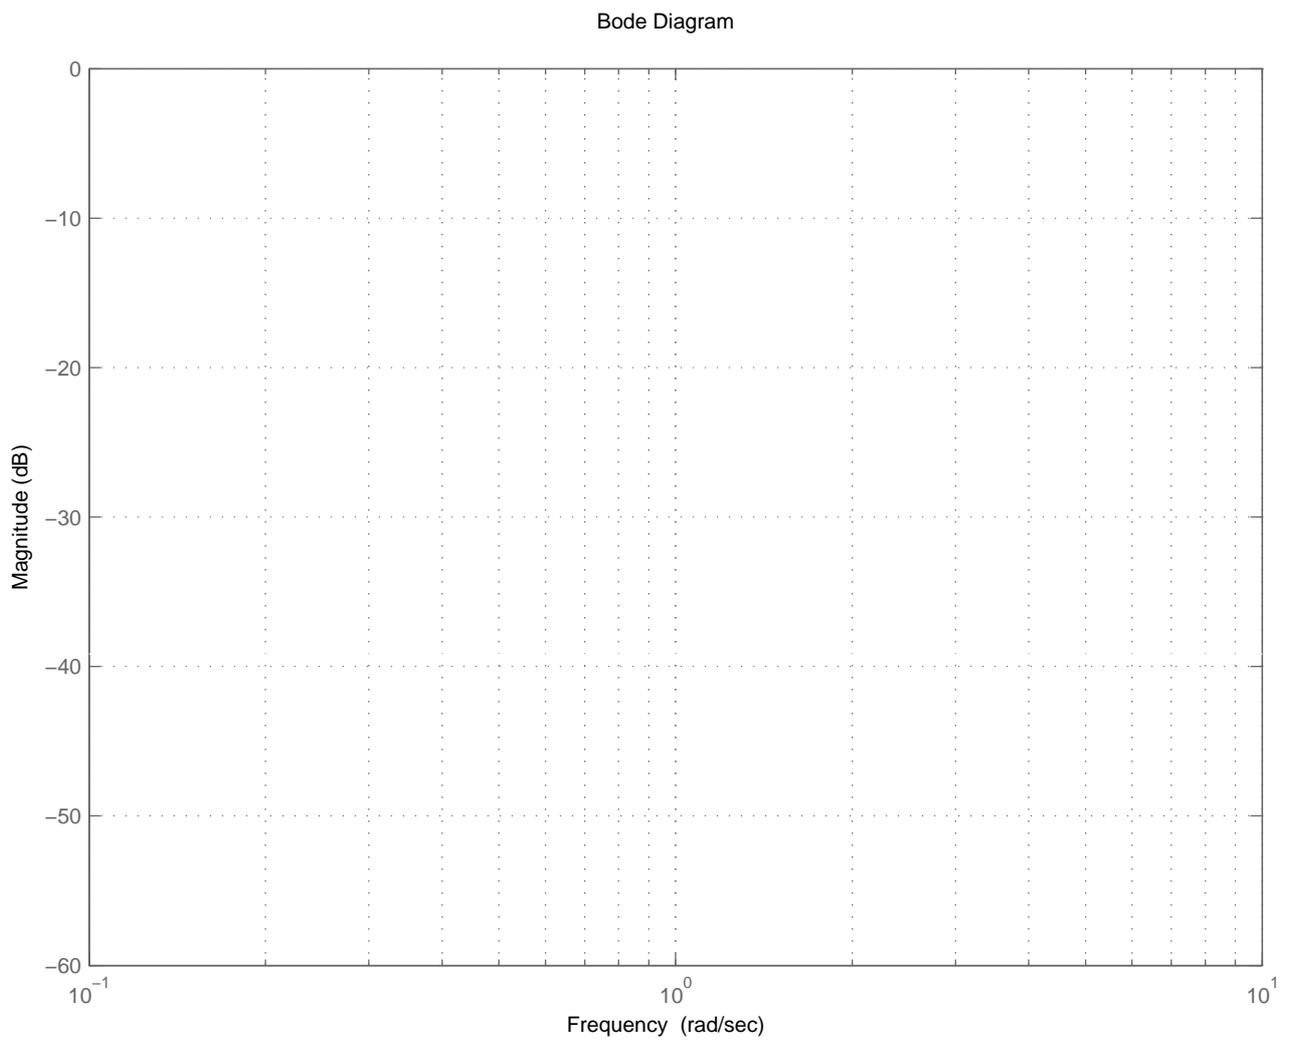

Abbildung 6: Betragsgang-Vorlage.
- iii) Die in Punkt a) entworfene Steuerung soll nun im Hinblick auf Parameterschwankungen untersucht werden. Berechnen Sie dazu die Funktionen $S = \frac{T - T_{nom}}{T_{nom}}$ mit $T_{nom} = R_s G_{nom}$ und $T = R_s G$. Zeichnen Sie den Betragsgang von S in die Bode-Diagramm-Vorlage in Abbildung 6 ein. Verwenden Sie dazu die Parameterwerte $V_{nom} = 100$, $\Delta V = 1$. Wie können Sie die Empfindlichkeit gegenüber Parameterschwankungen verbessern?